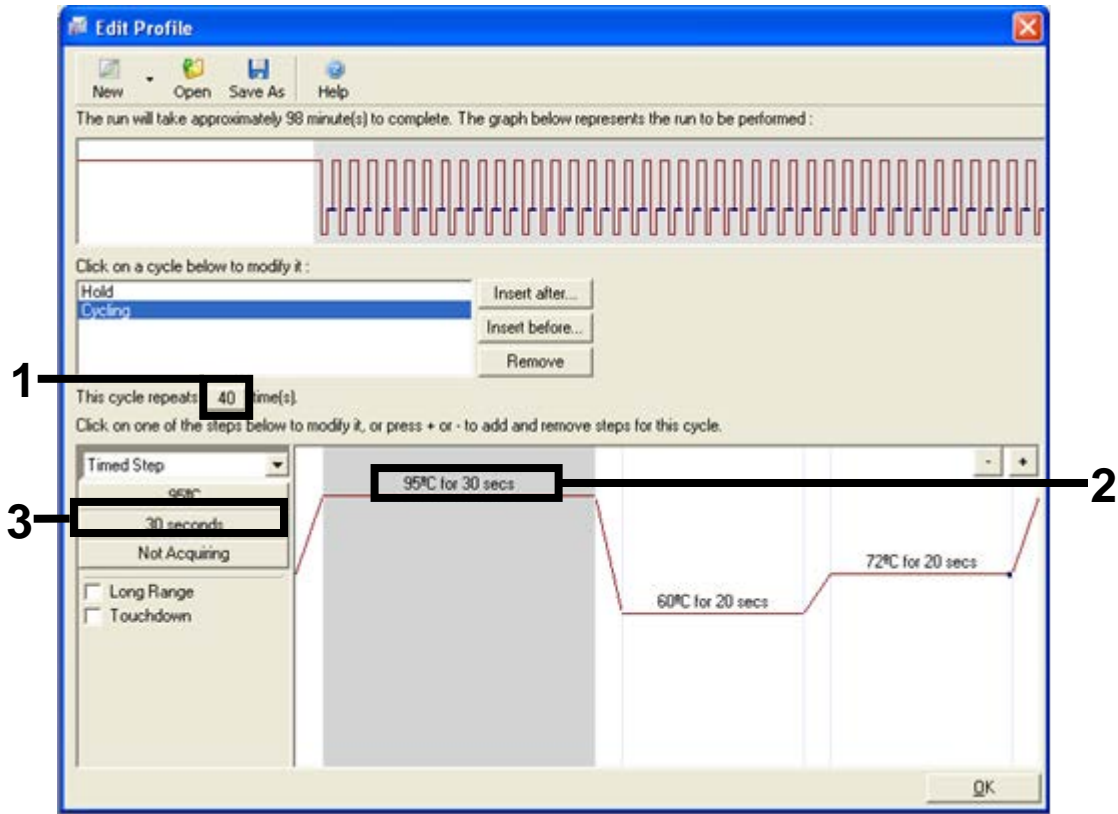

Ilustración 26. Paso de ciclado a 95 °C (1 = Casilla de repeticiones de ciclo, 2 = Ajuste de temperatura de primer paso, 3 = Ajuste de tiempo de primer paso)
8. Cambie el número de repeticiones de ciclo a 40. Seleccione el primer paso y establezca el valor en "95°C for 30 secs" (95 °C para 30 s) (ilustración 26).